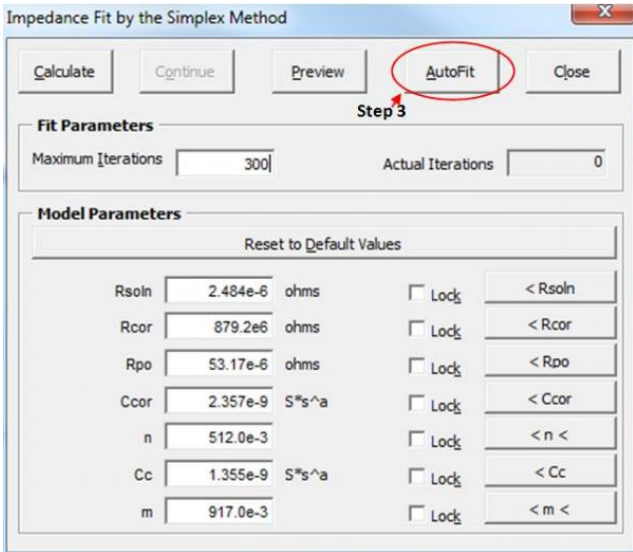

图8 阻抗拟合窗口，显示了模型参数。解锁参数并选择‘AutoFit’
3. 在选择好一个合适模型后，阻抗拟合窗口会出现。它允许输入并锁定某些已知值（例如溶液电阻）。如果没有参数已知，最好将所有参数都放开，并使用‘AutoFit’来获得参数。‘Calculate’尝试使用为每一个成分输入的初始参数值来做拟合。AutoFit通常会在首次尝试时得到最佳拟合，而计算需要跑多次。如图8所示。